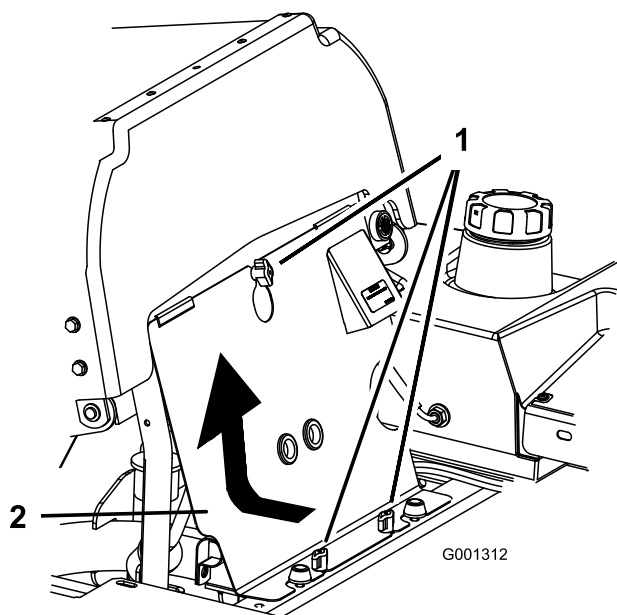

Figura 91
3. Desaperte os manípulos do painel frontal do motor e retire o painel (Figura 91).